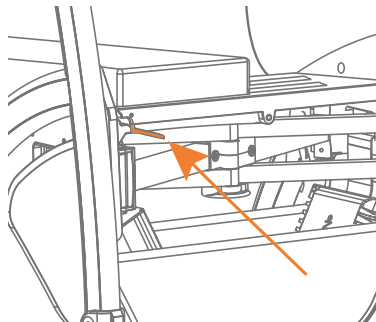

Figure 18: Poussez la poignée rouge tout en soulevant le siège.
- Poussez la poignée de libération rouge sous le siège (**Figure 18**) et soulevez partiellement le siège